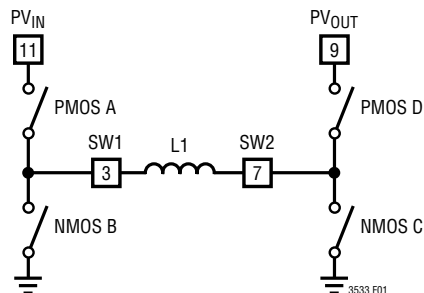
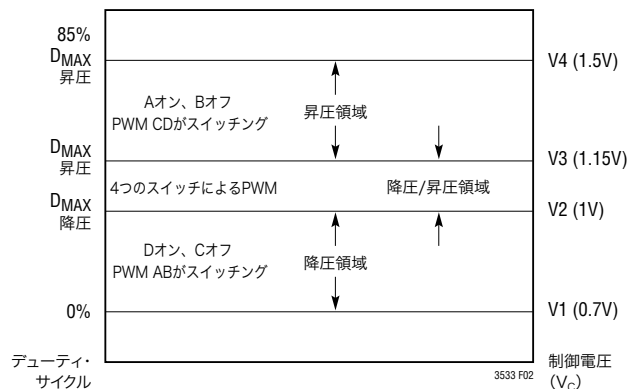

図1. 出力スイッチの簡略図
図2. スwitchの制御と制御電圧VC
4つの内部スイッチがインダクタ、VIN、VOUTおよびGNDにどのように接続されているかを簡略化して図1に示します。LTC3533の動作領域を制御電圧 (VC) の関数として図2に示します。
VCの大きさに依存して、LTC3533は降圧モード、昇降圧モード、昇圧モードのいずれかで動作します。4つのパワー・スイッチは適切に位相が制御されますので、動作モード間の移行は連続的に滑らかに行われ、ユーザーには見えません。VINがVOUTに近づくと降圧/昇圧領域に入り、そこでは4スイッチ領域の導通時間は通常150nsです。図1と図2を参照しながらそれぞれの動作領域について説明します。